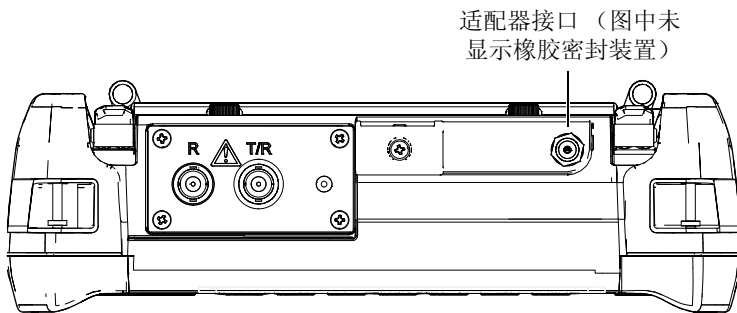

图 4-2 适配器接口
EPOCH 600 仪器通过充电器 / 适配器使用 AC 电源。充电器 / 适配器带有通用的 AC 电源输入，因此可以使用 100 ~ 120 VAC 或 200 ~ 240 VAC 的电压，以及 50 Hz ~ 60 Hz 的频率。充电器 / 适配器输出与 EPOCH 600 仪器上的 AC 适配器插孔连接（参见第 76 页的图 4-2）。
3. 将 DC (直流电) 输出电源线的一端连接充电器 / 适配器，另一端连接仪器上的适配器接口 (参见第 76 页的图 4-2)。